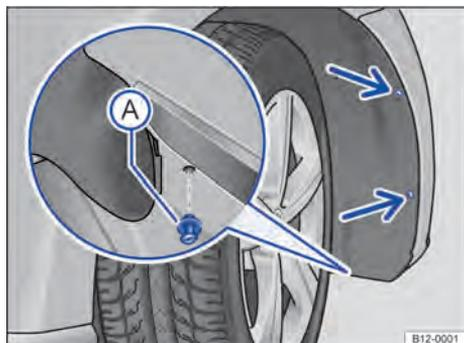

Fig. 137 En el pasarrueda delantero derecho: retirar los tornillos de fijación (flechas) y desmontar el remache de expansión (A).
2. Retirar los tornillos de fijación del revestimiento del pasarruedas → fig. 137 (flechas) con la ayuda de un destornillador.
3. Desmontar el remache de expansión delantero inferior del revestimiento del pasarruedas → fig. 137 (A) y retirarlo totalmente.
14. Volver a colocar el remache de expansión en el revestimiento del pasarruedas y presionar hacia adentro → fig. 137 (A).
15. Volver a colocar los tornillos de fijación → fig. 137 (flechas) y ajustarlos.